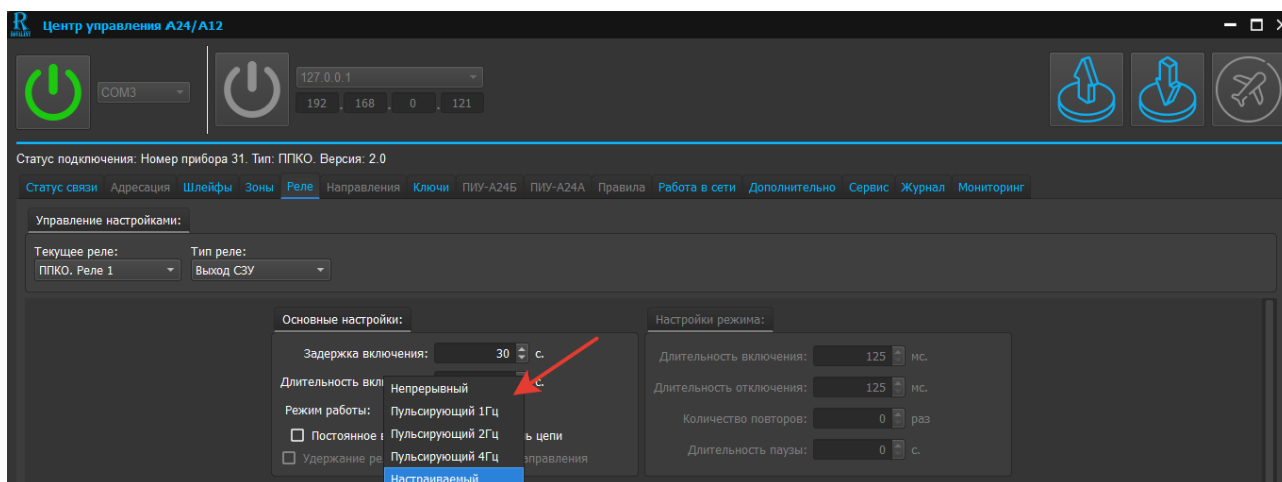

Рис. 43. Скриншот окна редактирования настройки «Режим работы» реле типа «Выход СЗУ»
- ✓ «Режим работы» (см. рисунок 43) – программируется режим работы реле.